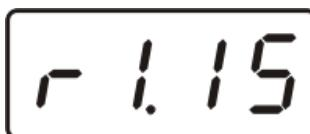

Рисунок 5.1 Индикация версии внутреннего программного обеспечения
- 5.6** При включении газоанализатора на его экране индицируется версия внутреннего ПО, см. Рисунок 5.1.